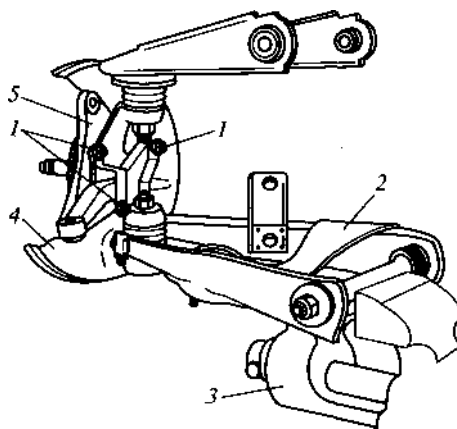

Рис. 9.1. Узел подвески левого колеса, закрепленный на верстаке для разборки:
Иллюстрационный материал: учебные плакаты, рис. 9.1—9.5..
- Закрепите узел подвески одного колеса в тиски, за ось нижнего рычага (рис. 9.1).